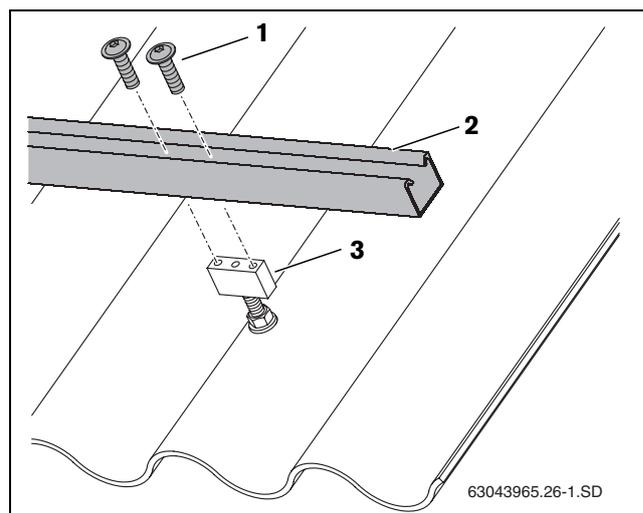

Fig. 24 Fissaggio della guida profilata al blocco di fissaggio
- Fissare ogni guida profilata (fig. 24, [2]) con due viti (fig. 24, [1]).